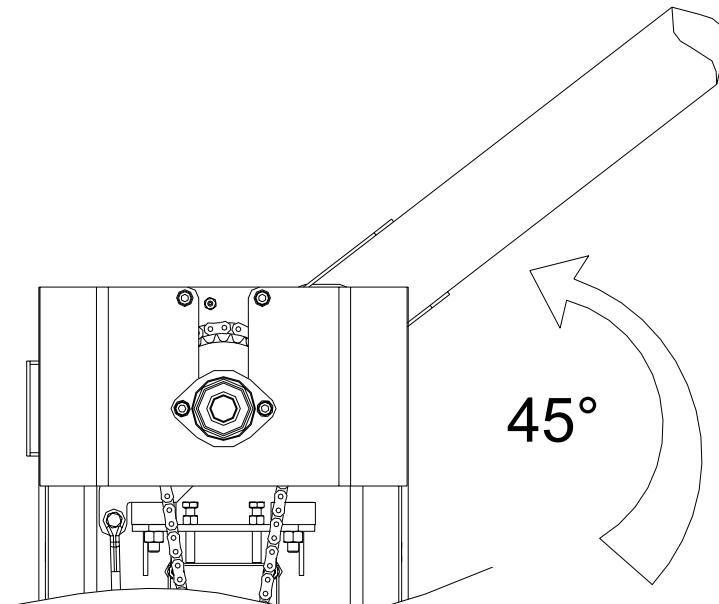

Abb. 10
- Der Schrankenbaum ist auszubalancieren, dafür müssen die Gewindegelenke justiert werden. Der Stab muss in der Hälfte des Laufwegs (45°) Gleichgewicht halten können (Abb. 10).
- Die Auswuchtung der Stange ist zu überprüfen (wenn nötig die Stange noch einmal ausgleichen, dafür die Gewindesteine justieren (vgl. Abb. 10)).